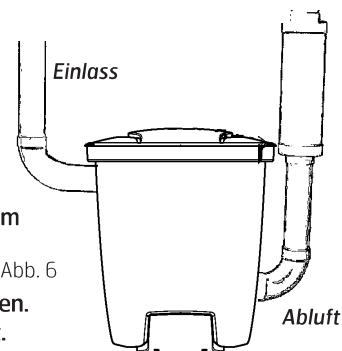

Abb. 6
5. Bringen Sie die Abdeckung auf der Öffnung an, in der zuvor der Ansaugrohrstutzen steckte. Befestigen Sie sie mit den vier Schrauben. Das Abluftrohr muss fest an der Wand angebracht werden, damit sich ihre Verbindung zum Stutzen nicht lösen kann. Denken Sie daran, dass das Ansatzrohr in verschiedene Richtung drehbar sein muss, um eine geeignete Rohranordnung zu erhalten. Schließen Sie danach das Abluftrohr und den Schalldämpfer an, Abb. 6. Bringen Sie den Zentralstaubsauger so an, dass das Abluftrohr möglichst kurz ist, max. 10 Meter. Berücksichtigen Sie bei der Ausrichtung des Abluftrohres auch die Umgebung. Daher sollten Sie immer einen Schalldämpfer einpassen.